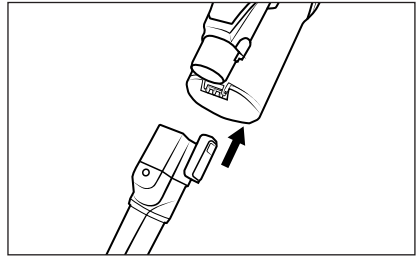

Abb. 14
- ◆ Schieben Sie das Zubehör auf das Saugrohr **23** oder auf die Saugöffnung des Gerätes, bis es mit einem Klickgeräusch einrastet (siehe Abb. 14). Achten Sie dabei auf die richtige Position der Verriegelung.